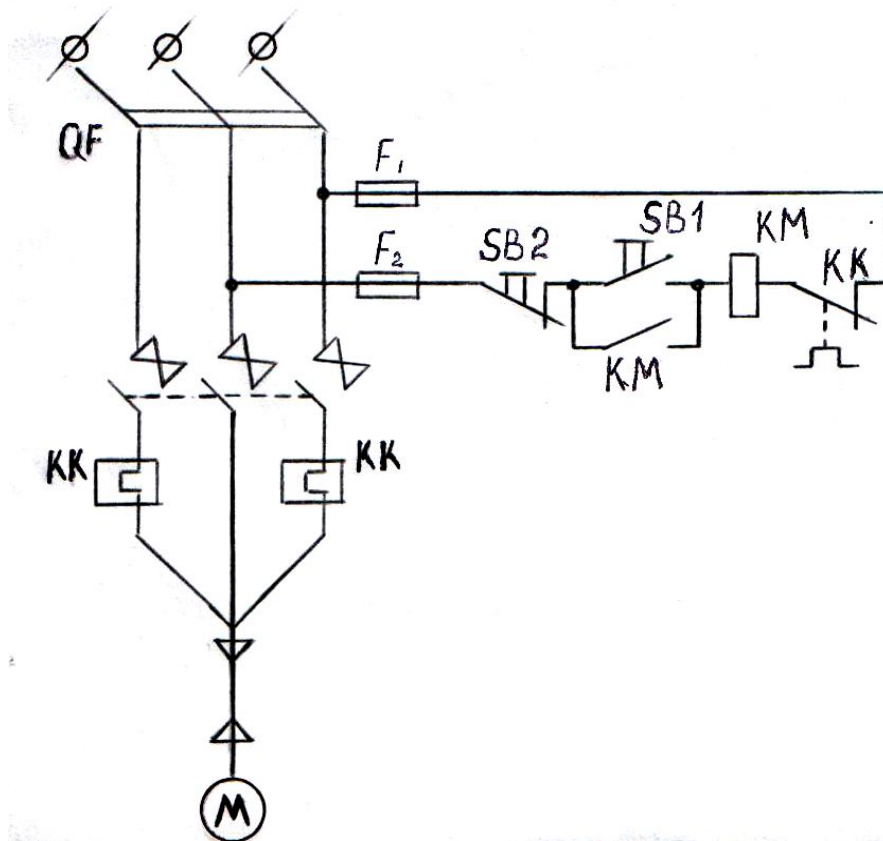

Рис. 1. Схема пуску і захисту двигуна
Необхідно вибрати контактор, магнітний пускач і теплове реле для керування і захисту асинхронного двигуна серії 4А, що працює в тривалому режимі. Тип двигуна відповідно до індивідуального варіантом контрольного завдання вибрати з табл. 1. Схема прямого пуску і захисту асинхронного двигуна з короткозамкненим ротором представлена на рис.1.
Потрібно вибрати магнітний пускач (контактор) для управління та захисту асинхронного двигуна типу 4AP13284, що працює в тривалому режимі. Схема прямого пуску і захисту наведена на рис. 1.
- в) згідно зі схемою включення двигуна (рис. 1) апарат повинен мати не менше трьох замикаються силових контактів і одного замикає допоміжний контакту;
Вибираємо магнітний пускач з вбудованим тепловим реле за основними технічними параметрами, наведеними в додатку 2 табл. 1, для заданого схемного рішення (рис. 1) - типу ПМЛ 221002.
який також нижче ударного пускового струму двигуна. Тому пускач ПМЛ 221002 з номінальним струмом 10 А, призначений для роботи в категорії АС - 4, для даної схеми (рис. 1) не придатний.
Для реалізації схем пуску двигуна (рис. 1) можна використовувати контактор і додаткове теплове реле.